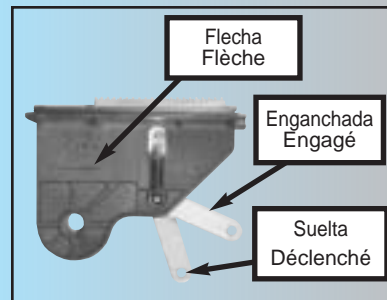

Fig. 1-14
- Ponga la palanca del soltador de emergencia en la posición soltado. **Fig. 1-14.**
- Asegúrese de que la flecha en el costado del corredizo (**Fig. 1-14**) esté apuntando alejada de la caja de control. (La palanca de soltar de emergencia estará mirando hacia la caja de control.)
- Placer le levier de déclenchement d'urgence en position déclenchée. **Fig. 1-14.**
- Veiller à ce que la flèche située sur le côté du chariot (**Fig. 1-14**) pointe dans le sens inverse de la tête motorisée. (Le levier de déclenchement d'urgence se trouve en face de la tête motorisée).